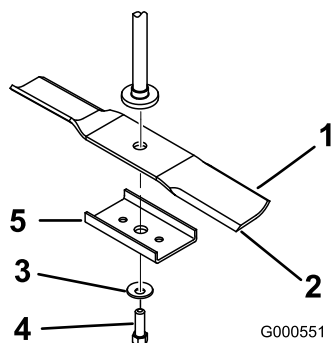

Figura 54
Tenete l'estremità della lama con un cencio o un guanto bene imbottito. Togliete il bullone, la rondella curva, il rinforzo della lama e quest'ultima dall'asse del fusello (Figura 54).
1. Montate la lama sull'asse del fusello (Figura 54).
2. Montate il rinforzo della lama, la rondella curva (lato concavo verso la lama) ed il bullone della lama (Figura 54).